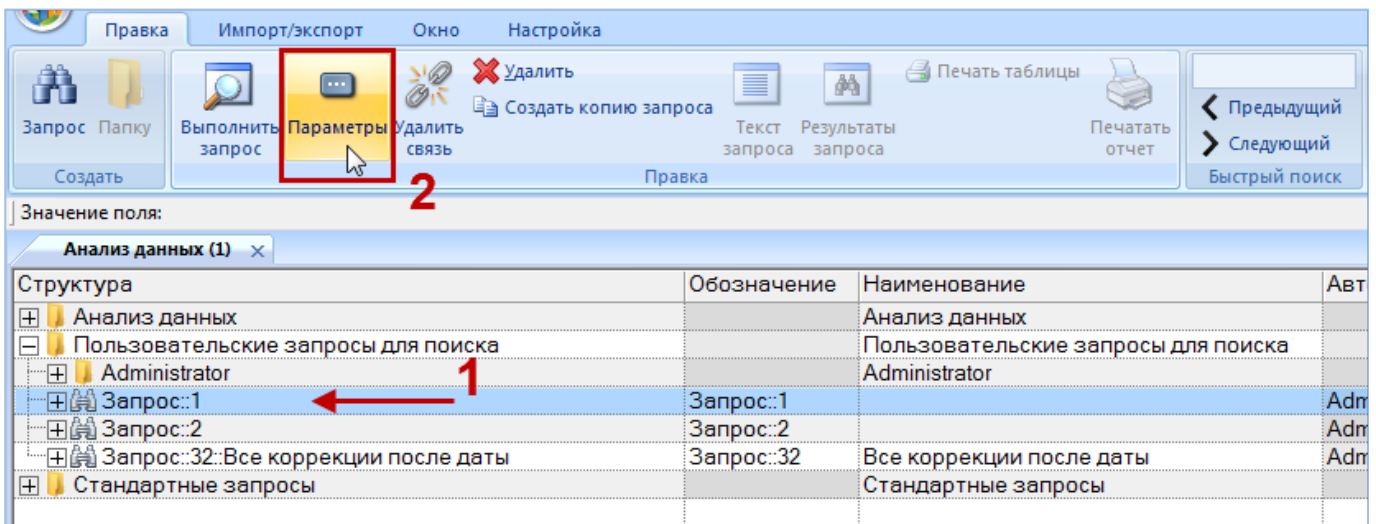

Рис. 7-17 – Открытие окна связанных объектов «Параметры запроса»
- 2) Выбрать запрос и нажать кнопку «Параметры» панели «Правка» (1 и 2 на рис. 7-17).